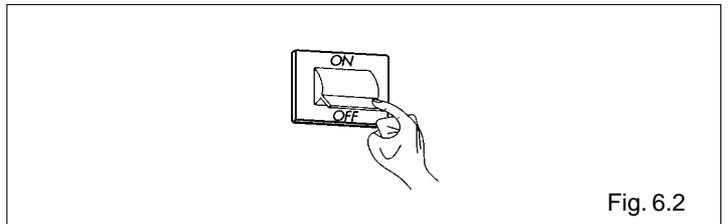

Fig. 6.2
- poner el interruptor general de la instalación en "apagado" (fig. 6.2)